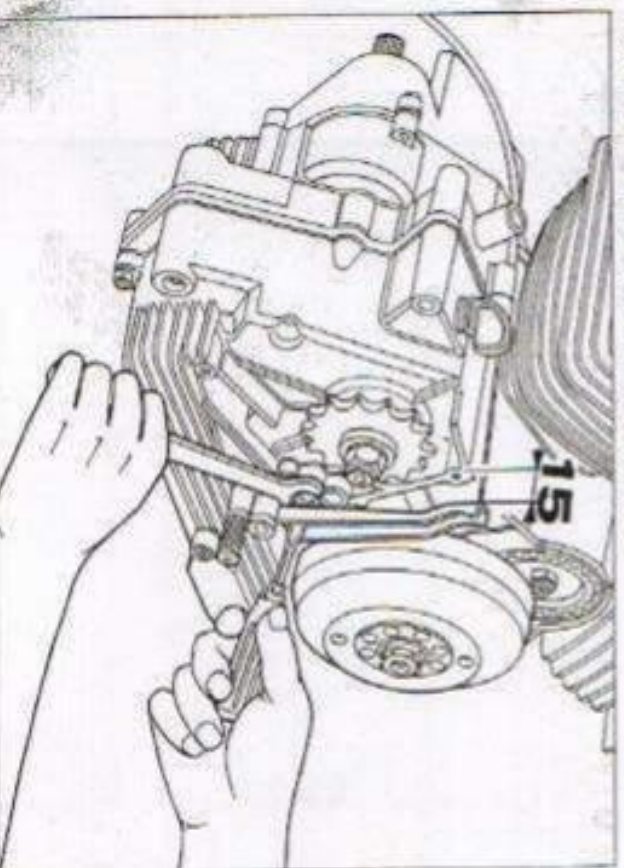

Fig. 6
- Detta registrazione si esegue agendo sull'apposito registro (fig. 6) raccomandando di rispettare la distanza fra la leva e il piano del carter che deve essere di mm. 15.